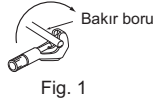

Fig. 1
- 1) Bakır boruyu boru keskiyle doğru şekilde kesin. (Fig. 1, 2)